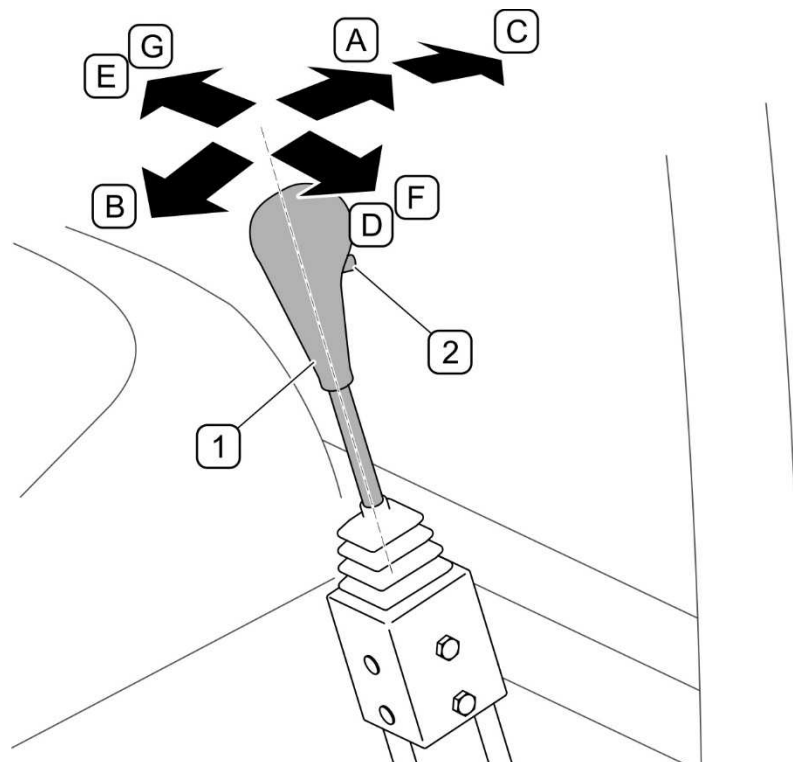

РИСУНОК 4.10 Рычаг управления погрузчиком
(1) - рычаг управления; (2) - пусковая кнопка 3 секции управления рабочим органом; (A) - опускание стрелы; (B) - подъем стрелы; (C) - "плавающее" положение стрелы; (D) - поворот рабочего органа вперед; (E) - поворот рабочего органа назад; (F) - открытие рабочего органа; (G) - закрытие рабочего органа
Положение (F) и (G) (РИСУНОК 4.10) используется в том случае, если рабочий орган оснащен гидравлической системой (напр. навозные вилы с захватом, захват рулонов, рузчик силоса и т.п.), присоединенной спереди к быстроразъемным соединениям стрелы. Для того, чтобы открыть рабочий орган, необходимо перевести рычаг в крайнее